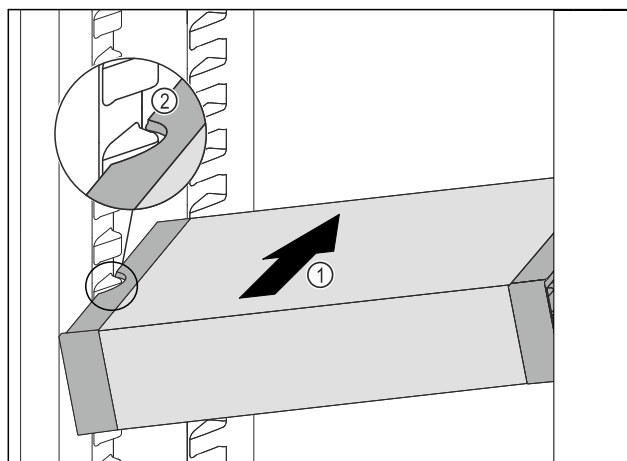

Fig. 93
- ▶ Inserire VarioSafe ad angolo nel vano frigorifero Fig. 93 (1), fino a quando le cavità laterali Fig. 93 (2) di VarioSafe non si trovano al livello della nervatura del contenitore nel vano frigorifero.